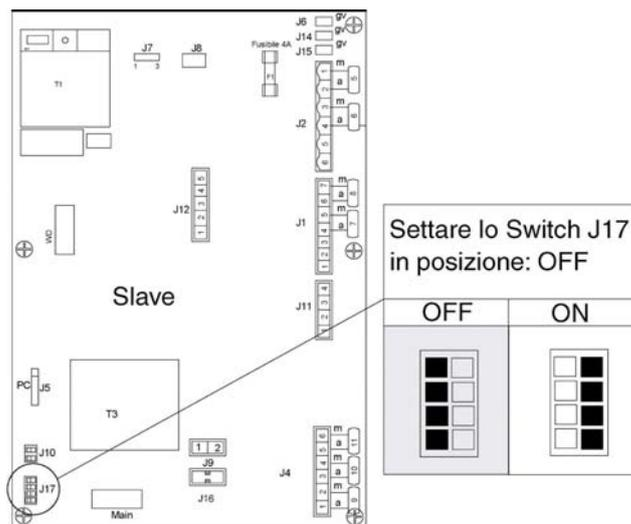

Figura 20
- Settare tutti e quattro gli interruttori J17 presenti su ogni Slave del gruppo termico nella posizione Off (Figura 20);